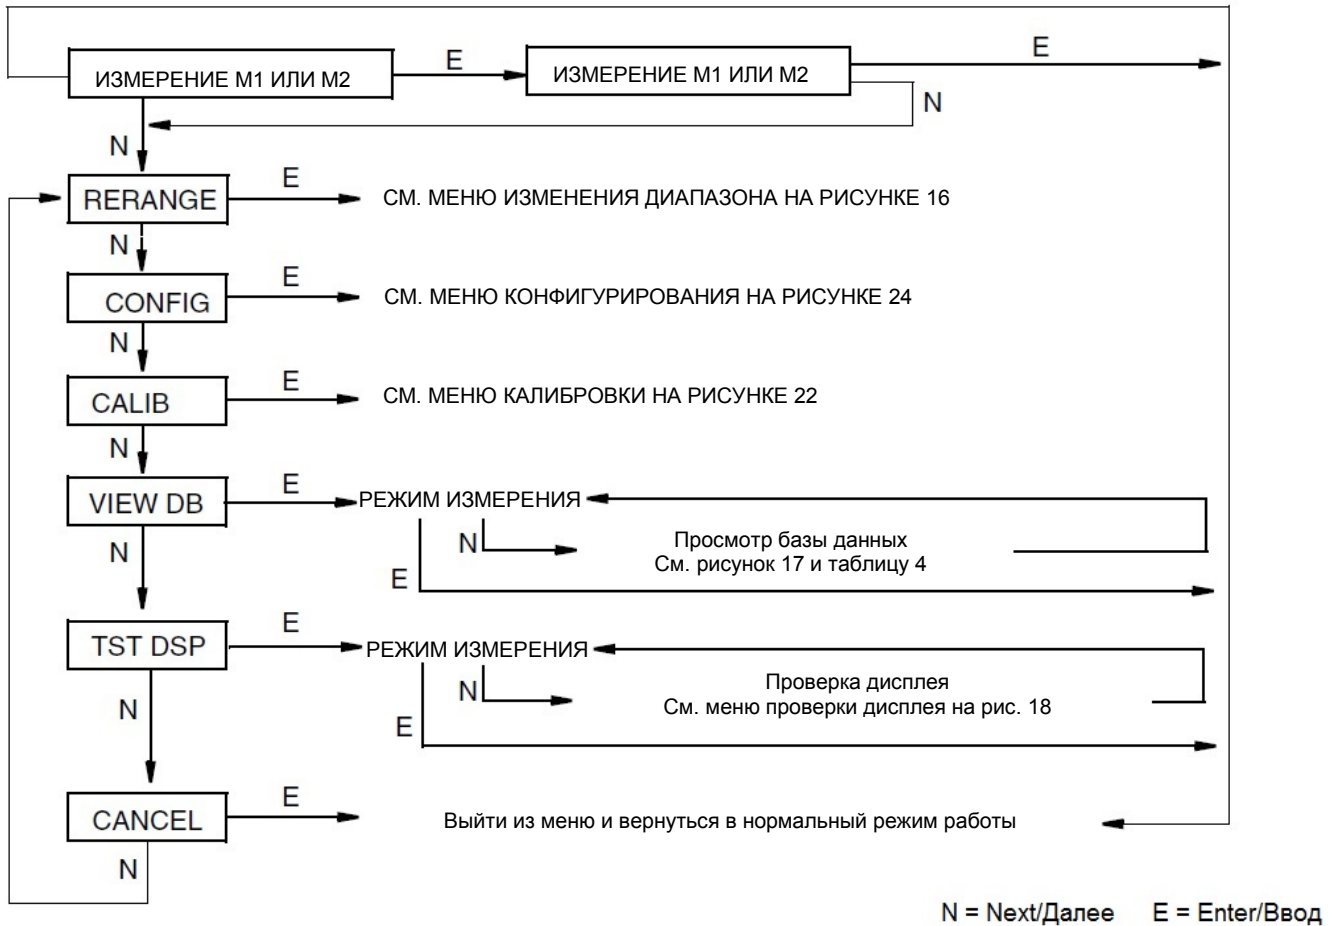

Рисунок 15. Структура меню верхнего уровня
1. В нормальном режиме работы преобразователя нажмите кнопку **Next/Далее** для входа в меню верхнего уровня (рисунок 15). Дисплей должен отобразить **RERANGE**.
1. В нормальном режиме работы преобразователя нажать кнопку **Next/Далее** для входа в меню верхнего уровня (рисунок 15).